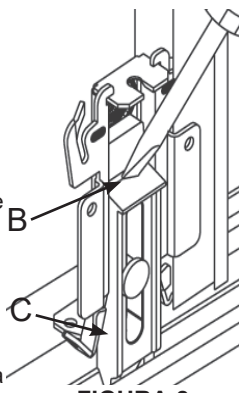

FIGURA 8
Después de obtener aproximadamente 1/2" (13) de espacio libre en el suelo, presione la guía inferior de hacia abajo con el pulgar o un destornillador en (B) hasta que los ganchos (C) entren a presión en carril del piso. La guía correrá hacia arriba y abajo por el riel para compensar el nivel irregular del suelo, sin desenganchar la puerta. La guía se puede quitar haciendo palanca debajo de la brida de nylon (Figura 8).